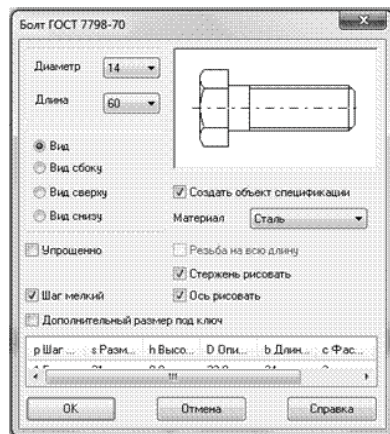

Рис. 108
4. В открывшемся диалоговом окне *Болт ГОСТ 7798–70* (рис. 108) установить, в соответствии с заданием, в окне *Диаметр* значение 14, а в окне *Длина* — 60. Выбрать положение вида (радиокнопка — в положении «*Вид*»). Поставить галочки для условий *Шаг мелкий*, *Создать объект спецификации*, нажать клавишу *ОК*.